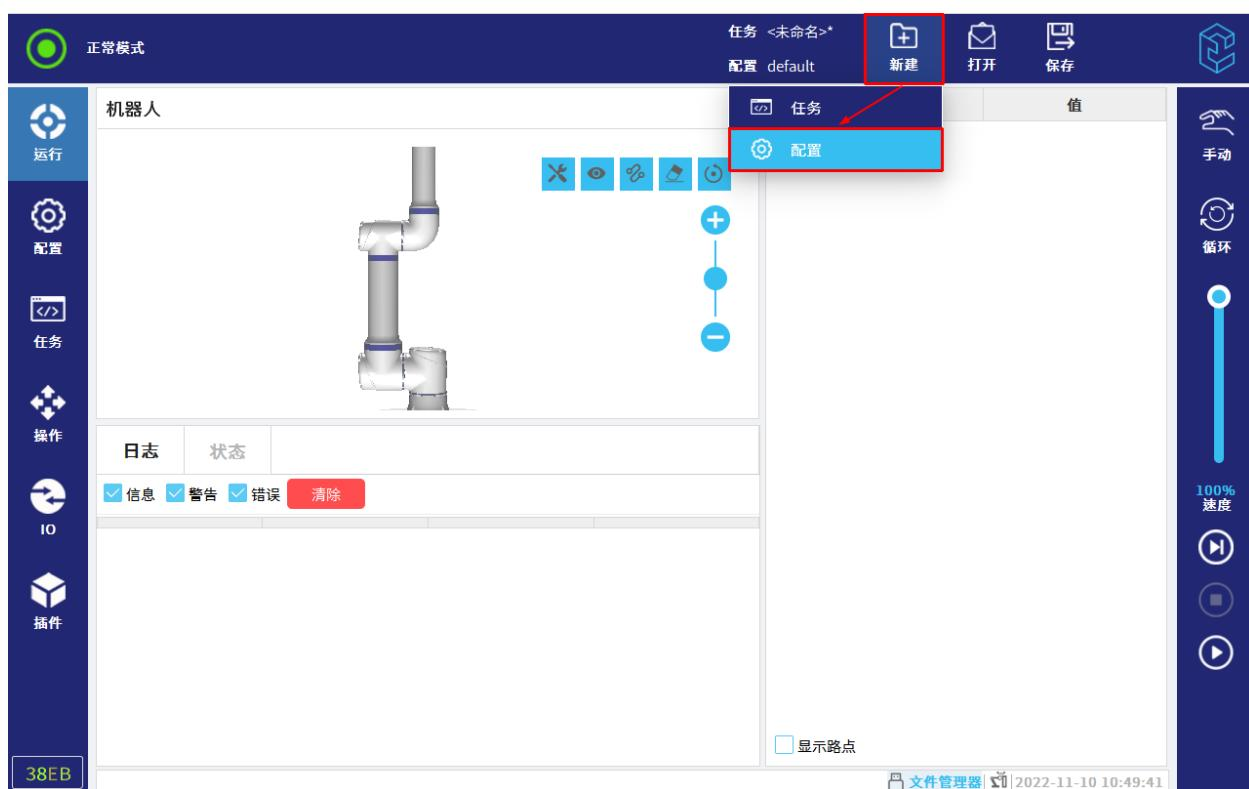

图 8-5 新建配置文件
- 在任务和配置管理器中，点击“新建”，然后选择“配置”，如图 8-5 所示。